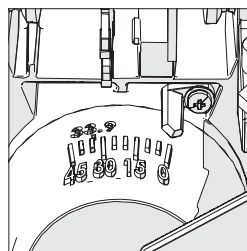

Fig. 8
- Verzekert dat het zaaghoofd rechtop is, vastzit tegen de stopindicator, en dat de afschuinaanduiding 0° aanwijst op de schaal. **(Fig. 8)**